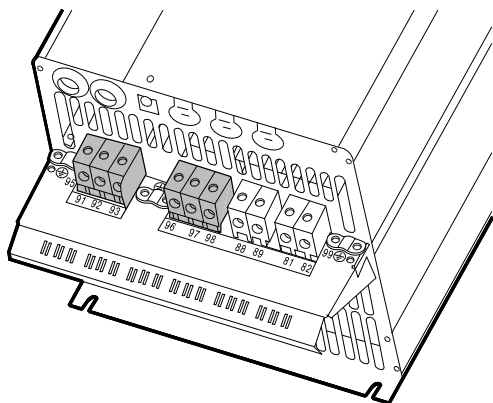

图 19 主电源和电机连接，C3
1. 将地线连接到终端 95 (PE)。见图19和20。
1. 将地线连接到终端 99 (PE)。见图19和20。
2. 将电机导线连接到终端 96 (U), 97 (V), 98 (W)。